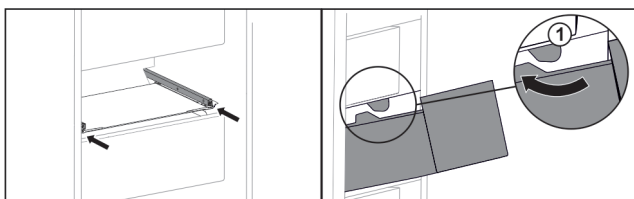

Fig. 47
- ▶ Poprowadzić szufladę wokół stoperów *Fig. 47 (1)*.